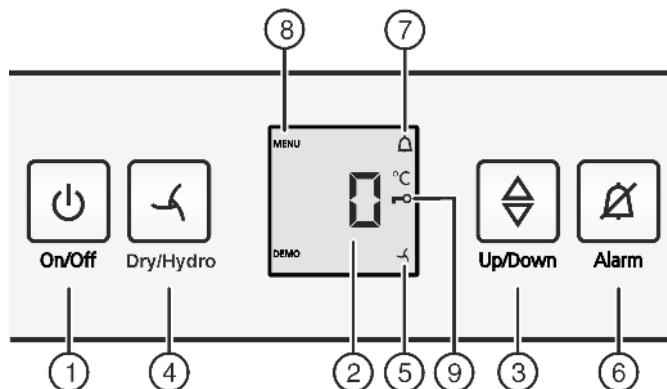

Fig. 2
- ▶ Taste On/Off *Fig. 2 (1)* drücken.
- ▶ Einstellmodus aktivieren: Taste Dry/Hydro *Fig. 2 (4)* ca. 6 s drücken.
- ▷ Das Symbol Menu *Fig. 2 (8)* leuchtet.
- ▶ Die Taste Dry/Hydro *Fig. 2 (4)* kurz drücken, um zu bestätigen.
- ▶ Zum Einschalten der Kindersicherung Taste Dry/Hydro *Fig. 2 (4)* kurz drücken.
- ▷ Das Symbol Kindersicherung *Fig. 2 (9)* leuchtet. In der Anzeige blinkt **c**.
- ▶ Zum Ausschalten der Kindersicherung Taste Dry/Hydro *Fig. 2 (4)* kurz drücken.
- ▷ Das Symbol Kindersicherung *Fig. 2 (9)* erlischt. In der Anzeige blinkt **c**.
- ▶ Einstellmodus deaktivieren: Taste On/Off *Fig. 2 (1)* drücken.
- ▶ Taste Alarm *Fig. 2 (6)* drücken.